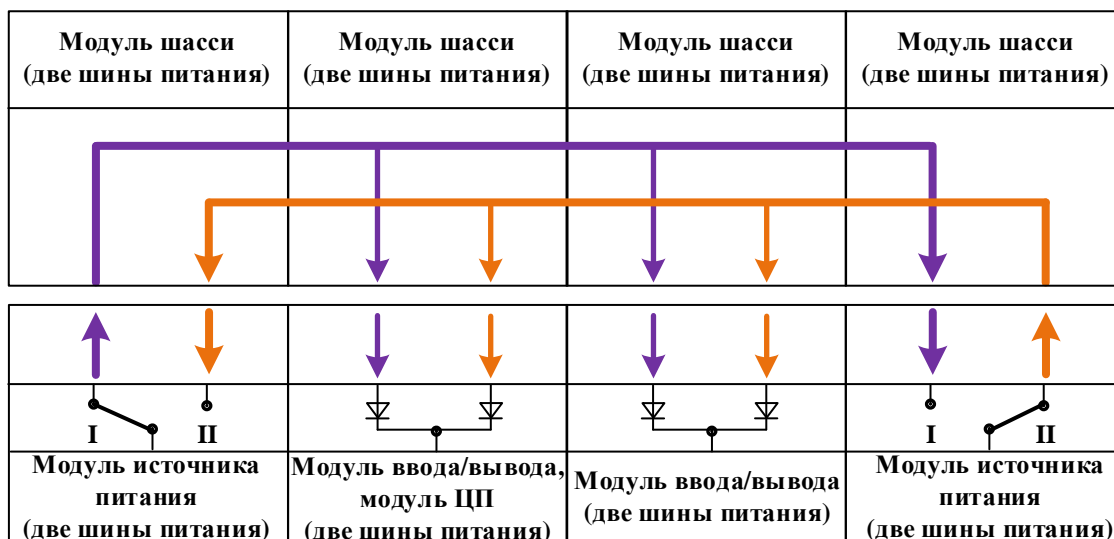

Рисунок 13 - Схема с избыточным модулем источника питания
- схема с избыточным модулем ИП – когда в крейте присутствуют более двух модулей источника питания и выход из строя любого из них не приведет к дефициту мощности на внутренней шине питания контроллера (Рисунок 13).